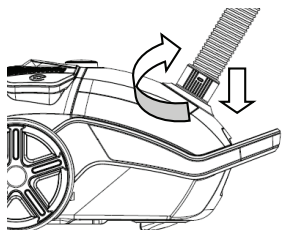

Рис. 1
Выровняйте и вставьте байонетный разъем всасывающего шланга (16) в приемный патрубок (4) на передней крышке и поверните по часовой стрелке, чтобы плотно зафиксировать (Рис. 1).